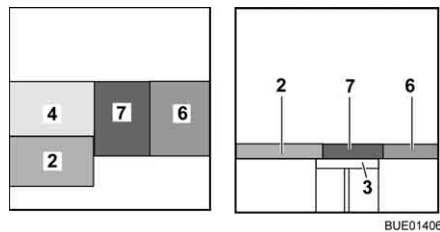

Fig. 150 Après la transformation
- Placer le coussin d'assise (Fig. 150,7) au centre.
- Placer le coussin de dossier (Fig. 150,6) entre le coussin d'assise et la cloison.